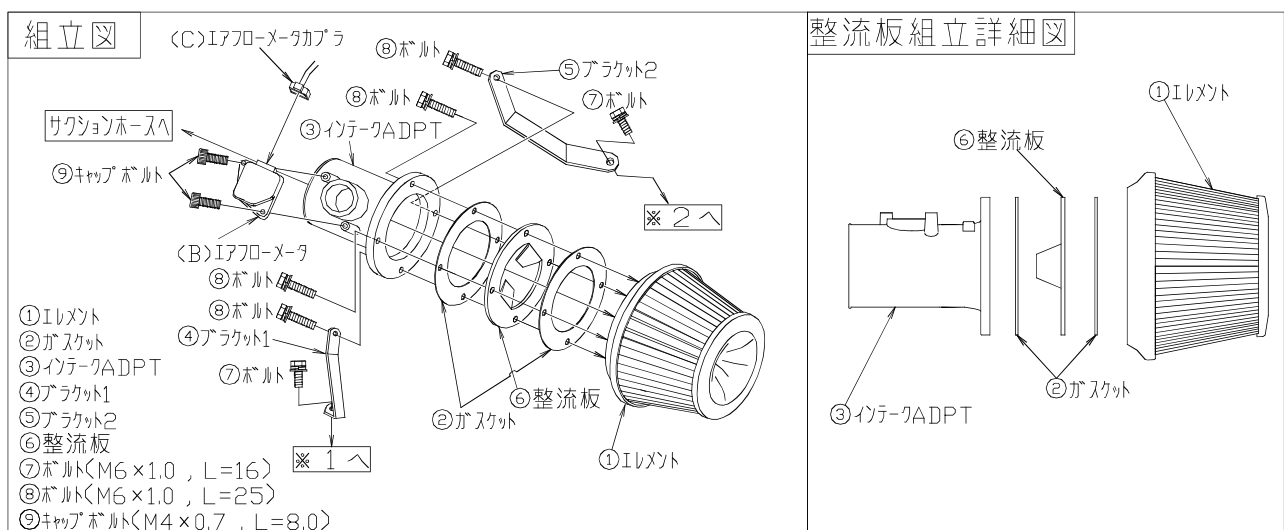

図4
2. 下図4～5を参照してPOWER INTAKEを組立ててください。この時、各ボルト・ナットは仮締めの状態にしておいてください。
⚠ 注意 下図4を参照し、**⑥整流板は必ず指定の方向で装着してください。**